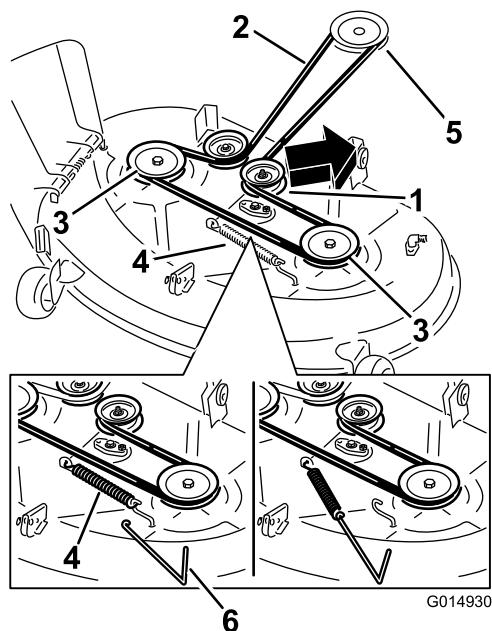
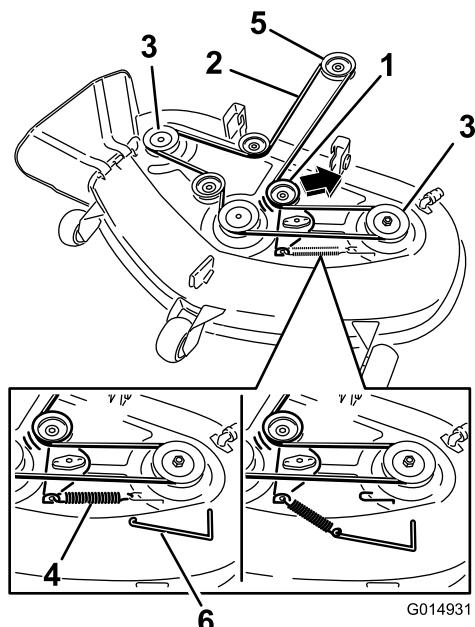

Figura 69
Figura 70
4. Utilize um removedor de molas (peça Toro n.º 92-5771), remova a mola intermédia do gancho da plataforma para retirar tensão da polia intermédia e role a correia para fora das polias (Figura 69 e Figura 70).
5. Coloque a nova correia em redor da polia do motor e nas polias do cortador (Figura 70).
da plataforma para colocar tensão da polia intermédia e na correia do cortador ((Figura 69 e Figura 70)).